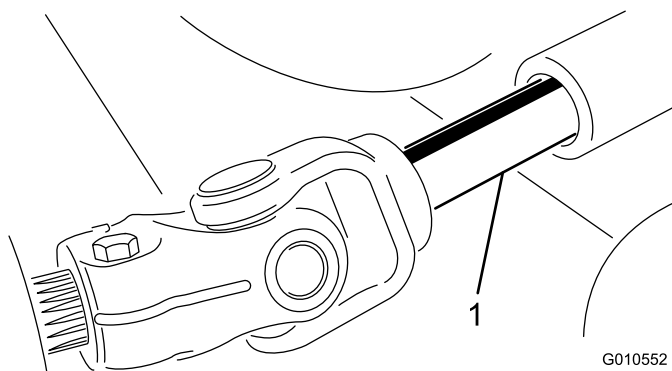

Figura 25
3. Rode a unidade de corte afastando-a da unidade de tracção, separando as secções macho e fêmea do veio da tomada de força (Figura 25).
3. Deslize o veio macho da tomada de força ao veio fêmea da tomada de força (Figura 25).